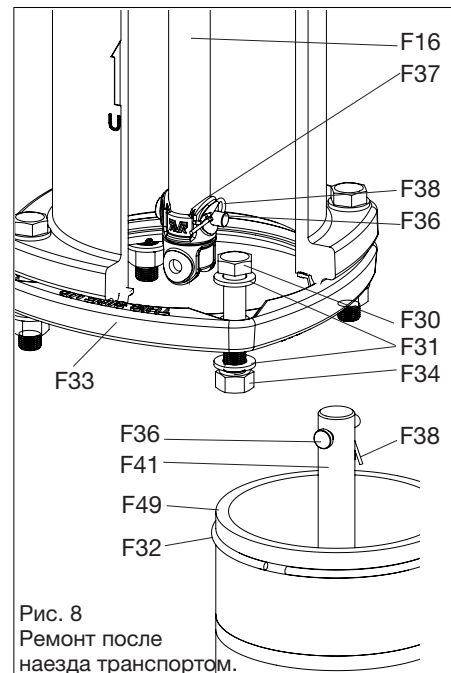

Рис. 8
1. Снять крепежную арматуру F30, F31, F34 с разрушаемого фланца F33. Стянуть с нижнего ствола F49 стопорное кольцо F32 (Рис.8).
**ВНИМАНИЕ !** Убедиться в том, что разрушаемый фланец F33 обращен вверх правильной стороной с отметкой «This side up» (этой стороной вверх) по направлению к верхней секции гидранта (см. Рис.8 и 9). Надеть новое стопорное кольцо F32 на желобок нижнего ствола.